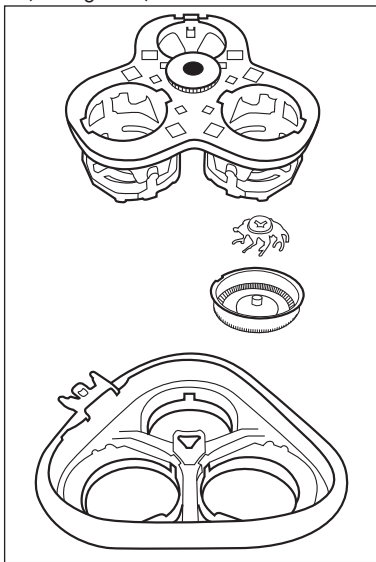

Figure 1
- 1) Appuyez sur la touche de déverrouillage ④. L'unité de rasage ② s'ouvre d'un coup.
- 2) Expansez un peu l'unité de rasage ② afin qu'elle se laisse extraire par le haut.
- 3) Appuyez un peu sur la couronne dentée noire et tournez-la doucement en sens inverse des aiguilles d'une montre jusqu'à ce qu'il soit possible de soulever la fixation des têtes de rasage et de la retirer (voir figure 1).
- 5) Remontez l'unité de rasage ❷. À cette fin, servez-vous de la figure 1 :
- Placez les 3 têtes de rasage dans les évidements que comporte la tête de rasage ❷. Veillez ce faisant à ce que les entailles sur le bord des têtes de rasage appliquent contre les crans dans l'orifice.